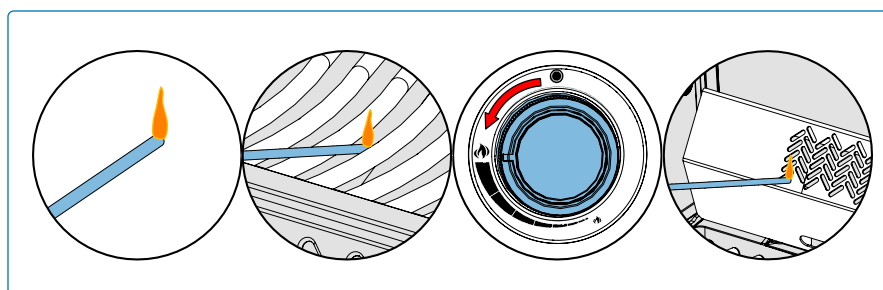

Fig. 8
3. Ruotare il corrispondente pulsante del bruciatore su alta. **(Fig. 8).**